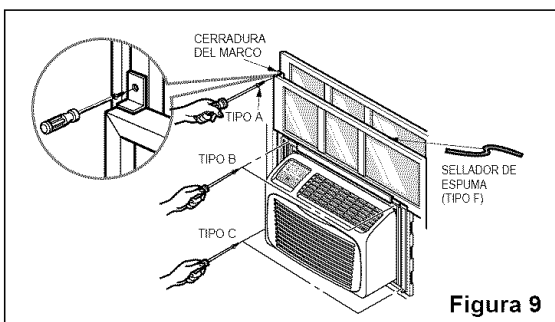

Figura 9
Extienda los paneles guía (TIPO G) para llenar la abertura de la ventana usando los 2 tornillos (TIPO B), 2 tornillos (TIPO C) para asegurarlos como puede apreciar en la Figura 9.
- Corte el burlete (TIPO F) de acuerdo con la anchura de la ventana. Rellene el burlete entre el cristal y la ventana para evitar que el aire y los insectos puedan entrar en la sala, como se muestra en la Figura 9.